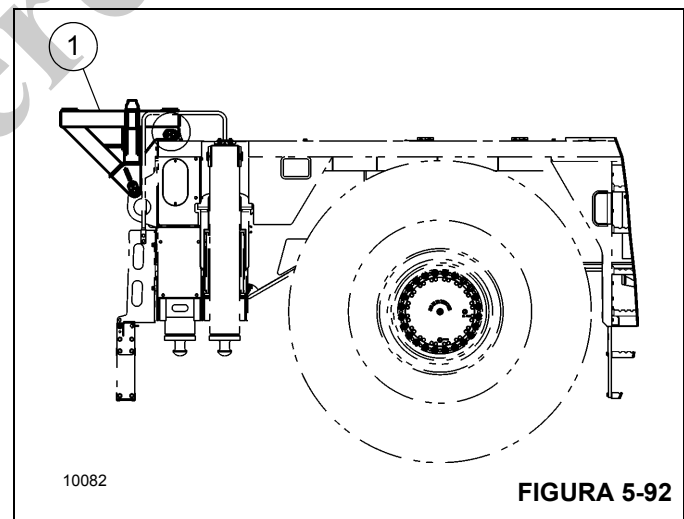

FIGURA 5-92
3. Asegúrese de que el apoyo del contrapeso (1, Figura 5-92) esté bien fijado en la parte trasera del vehículo.